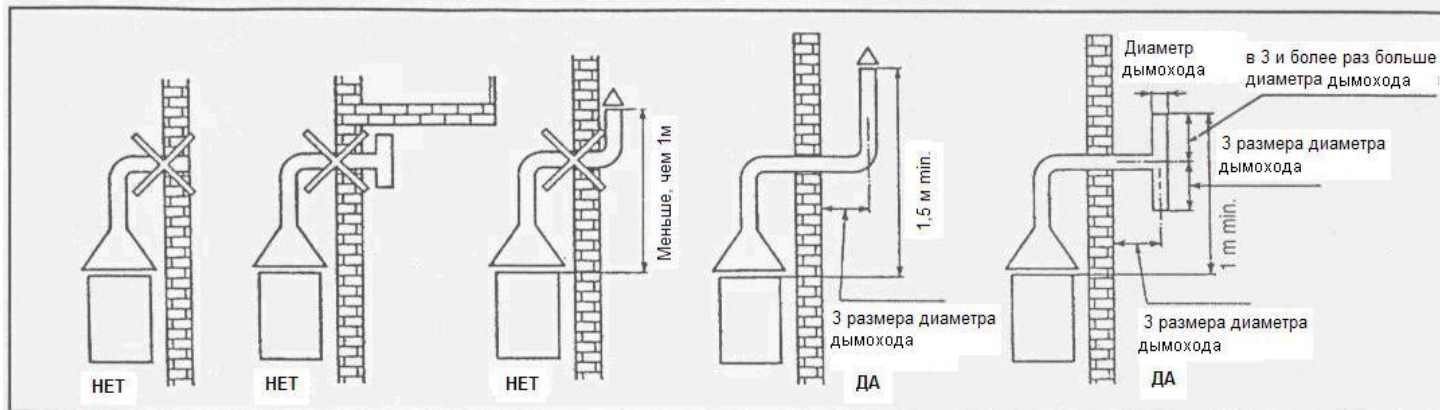

Рис.3
**4.4** При отсутствии дымохода, продукты сгорания выводятся за пределы помещения по одной из схем, приведенных на рис. 3, которые разработаны в соответствии с нормами безопасности, действующими в отношении пользования газом.